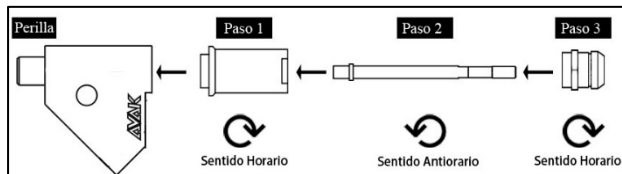

Figura 2: Instalación de accesorios para colocar tuercas/pernos remachables
2. Instale los accesorios según se ilustra en la **Figura 2**. Fije los accesorios aplicando una rotación correcta según la ilustración que aparece debajo de cada accesorio. Sostenga la perilla al fijar el mandril.